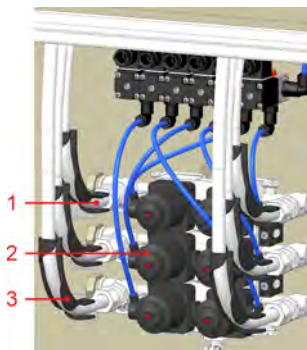

Abb. 6: Membranventilverteilerblock / Maschinenzuordnungen
1. Schließen Sie die Schläuche zum Anschluss der Waschsleudermaschinen, wie in Abb. 6 gezeigt, an die Verschraubungen (Abb. 6, Pos. 1) des Ventilblocks (Abb. 6, Pos. 2) an.
2. Führen Sie die Schläuche über die Winkelführung (Abb. 6, Pos. 3) nach draußen.